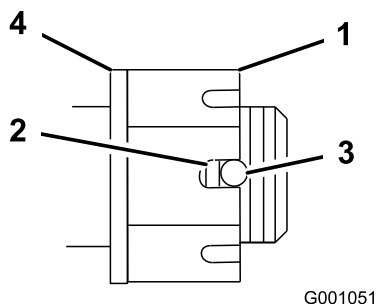

Figura 47
4. Apriete la tuerca almenada a 170 Nm (125 pies-libra)(Figura 47).
5. Compruebe la distancia desde el fondo de la ranura de la tuerca hasta el borde interior del taladro. Debe haber dos hilos o menos de la rosca visibles (Figura 47).
7. Apriete la tuerca almenada a 170 Nm (125 pies-libra) (170 N-m) (Figura 47).
8. Apriete la tuerca hasta que el siguiente conjunto de ranuras esté alineado con el taladro del eje (Figura 47).